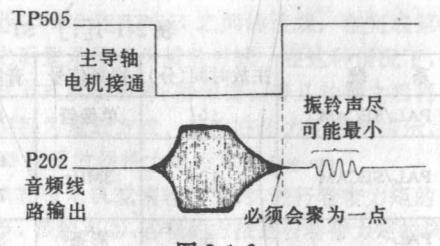

图 2-1-8
① 将 TP601 端接到 TPG51 端。
② 置示波器到 chop 方式,联接 A-通道到 TP505,示波器置负极性触发。
③ 联接 B-通道到音频线路输出端。
④ 置录像机为慢放方式,重放标准磁带 ST-C1 上的 3kHz 音频部分。
⑤ 调节 R555 使在 TP505 主导轴电机接通控制脉冲上升沿的位置处音频信号的幅度降为零,使振铃降到最小,见图 2-1-8,2-1-9,2-1-10,2-1-11。